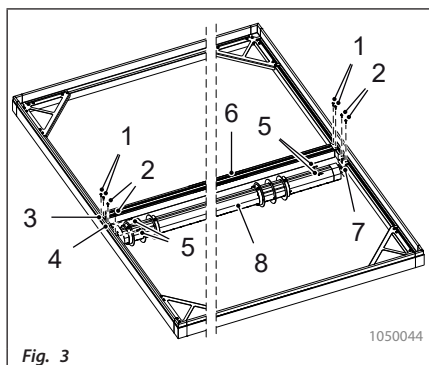

Fig. 3
5. Setzen Sie die Montagewinkel (Fig. 3/3) für die Mittelstrebe auf beiden Seiten bis zum Anschlag in die Mittelstrebe (Fig. 3/6) ein und hängen Sie die Mittelstrebe mit den Montagewinkeln in das Rahmenprofil ein.
6. Richten Sie die Mittelstrebe unten und oben an den Querstreben mittig aus und fixieren Sie einen Montagewinkel auf jeder Seite mit einer Schraube (Fig. 3/1).
1. Positionieren Sie den Montagewinkel (Fig. 3/7) für die Wellenaufnahme an der vorgesehenen Stelle auf dem Rahmenprofil. Dabei sollte der Abstand zwischen der Kante der Mittelstrebe und der Welle mindestens 5 cm betragen.
2. Schrauben Sie beide Montagewinkel in der korrekten Position mit jeweils 2 Senkschrauben (Fig. 3/2) M6 x 12, Festigkeitsklasse 8.8 oder höher, mit einem Anzugsmoment von 10 Nm fest. Sichern mit einer mittelfesten Schraubensicherung.